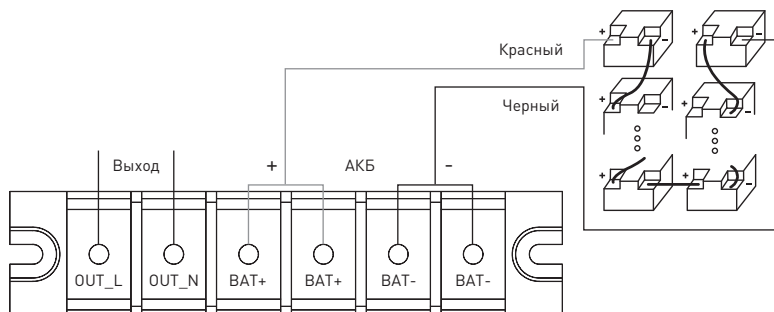

Рис. 5 – Схема подключения внешних аккумуляторных батарей к ИБП
5. После окончания работ включите ИБП без нагрузки в режиме «холодного» старта (от батарей). Убедитесь, что источник бесперебойного питания от батарей работает нормально, напряжение на выходе соответствует номинальному значению. Выключите ИБП. На Рис. 5 представлена схема подключения внешних аккумуляторных батарей к ИБП.